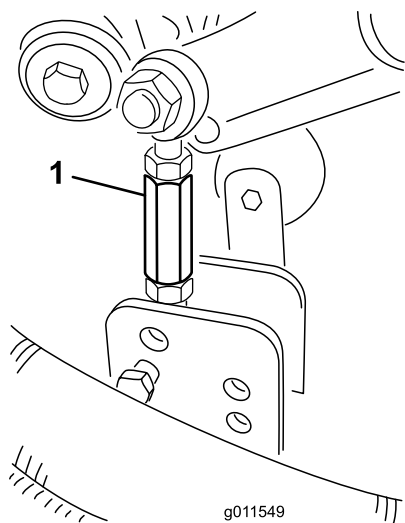

Figura 5
1. Rimuovete la coppiglia e il perno con testa che fissano l'asta dell'altezza di taglio alla relativa staffa sull'apparato di taglio (Figura 5).